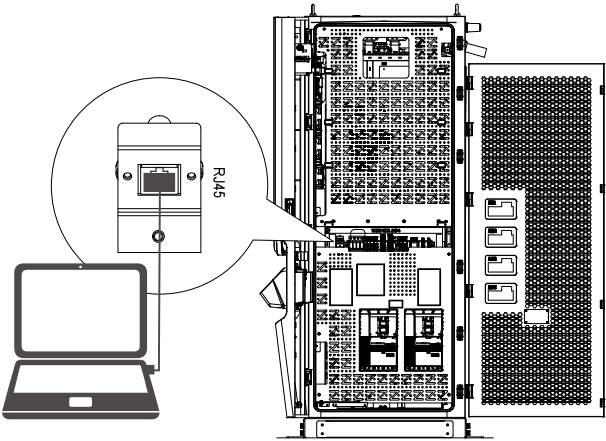

Figura 4-1 Puerto RJ45
- Conecte un cable RJ45. Vea la siguiente figura 4-1.